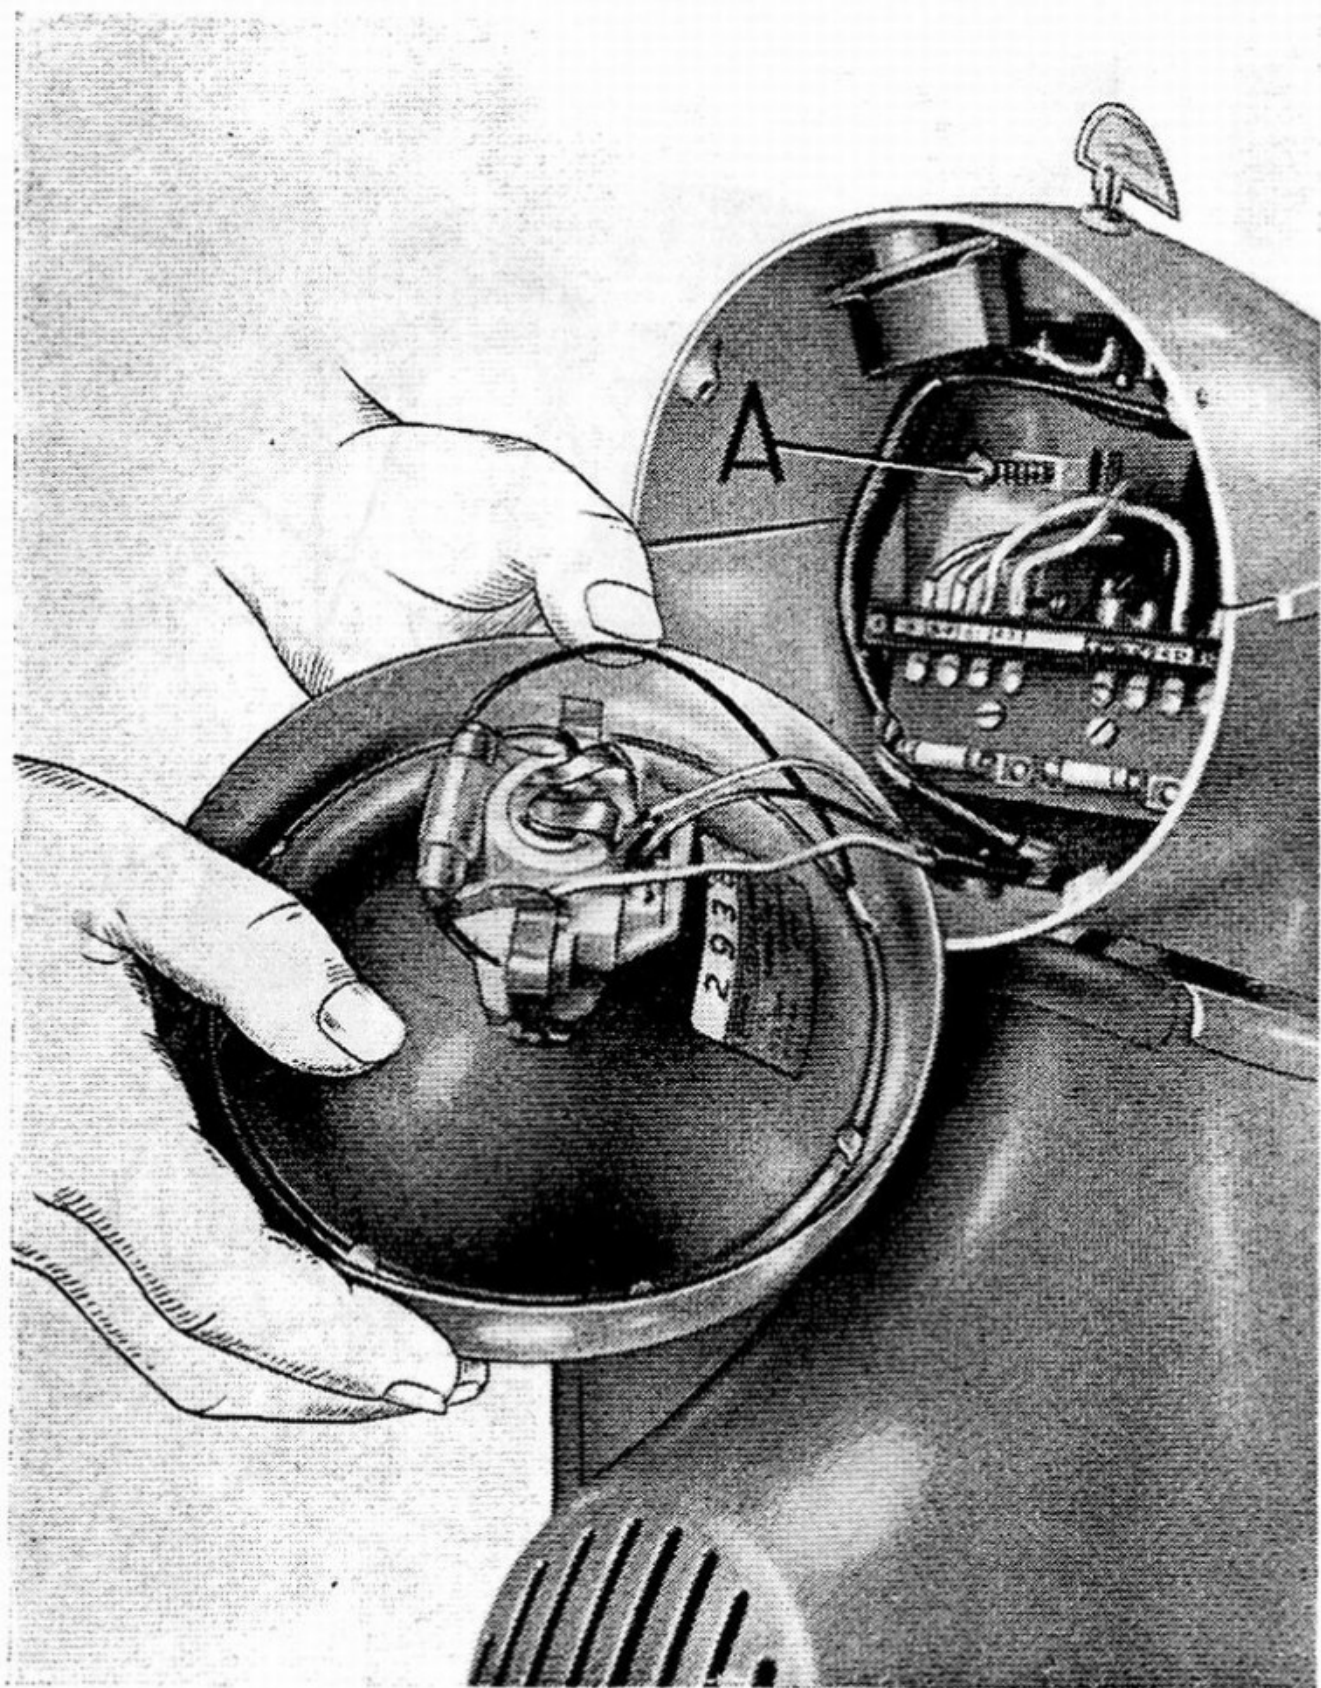

Fig. 22
La manopola per comando carburatore viene registrata tramite l'apposita vite (A), di fig. 22, posta all'interno del faro; per compiere la registrazione occorre togliere la parte anteriore del faro per rendere accessibile la suddetta vite.
Sostituzione lampade e fusibili (vedere fig. 22).